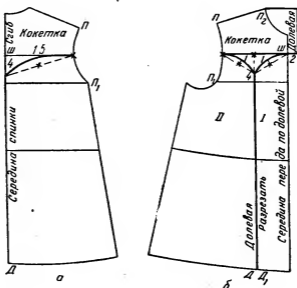

Рис. 152. Нанесение линий фасона платья на фасонной кокетке со встречными складками:
**Спинка.** Линию проймы от точки П до точки П1 (рис. 152, а) делят на две равные части и обозначают точкой деления. От точки деления влево проводят горизонтальную линию и точку пересечения с линией середины спинки обозначают буквой Ш.
**Полочка.** Линию проймы от точки П до точки П1 (рис. 152, б) делят на две равные части и обозначают точкой деления. От точки деления вправо проводят горизонтальную линию так, чтобы она вышла за вертикальную линию середины переда на 2 см, а точку пересечения горизонтальной линии с вертикальной обозначают буквой Ш. От точки 2 вверх проводят вертикальную линию, со-